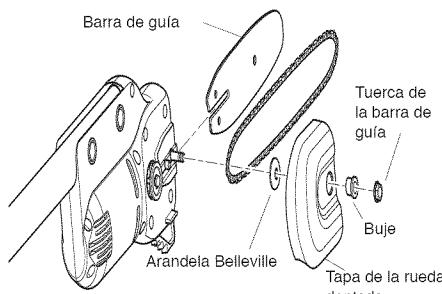

Figura 1 -Instalación de la barra guía
- Afloje y retire la tuerca de la barra guía, la tapa de la rueda dentada y la arandela (vea la Figura 1).